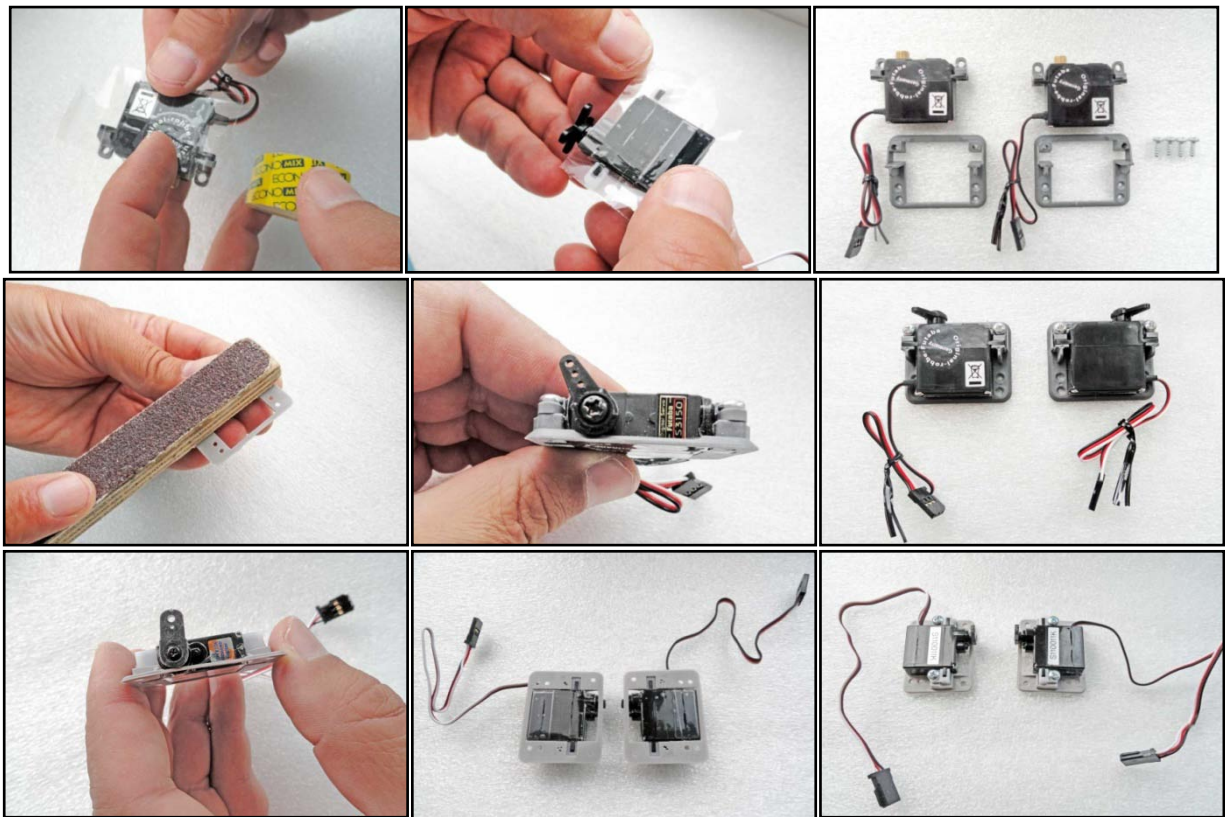

Рис.6 – Подготовка сервомеханизмов крыла
4) Подготовьте сервомеханизмы крыла как показано на Рис.6.